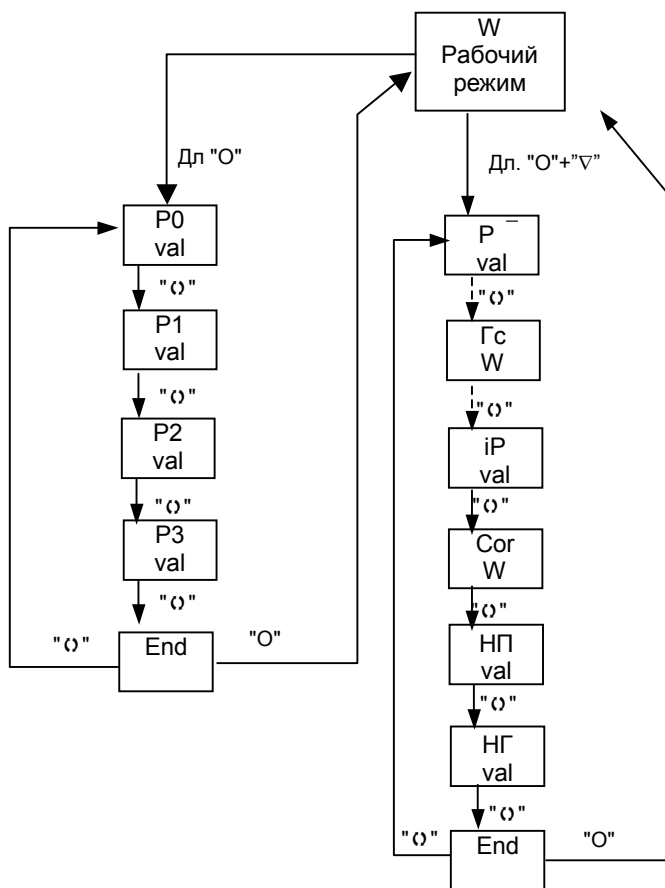

Рис. 1. Структурная схема меню пользователя.
4.3 ИВС имеет структуру меню пользователя, изображенную на рис.1, где «W» - измеренный вес, «val» - числовое значение параметра;